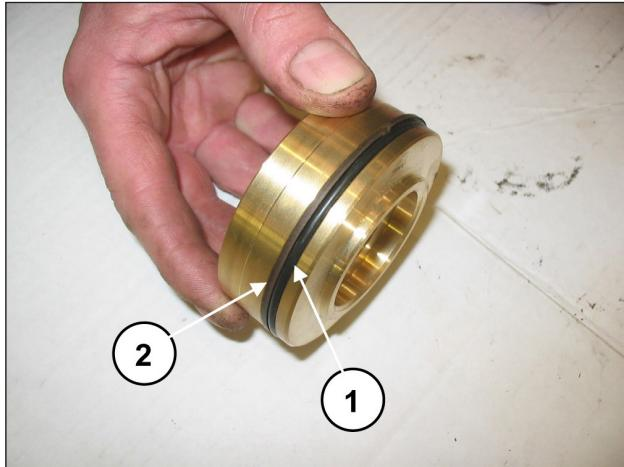

Рис. 114
Установите уплотнительное кольцо, поз. №17 на деталировочном чертеже (поз. ①, Рис. 114), и антиэксрузионное кольцо, поз. №21 на деталировочном чертеже (поз. ②, Рис. 114), в пробку нагнетательного клапана.